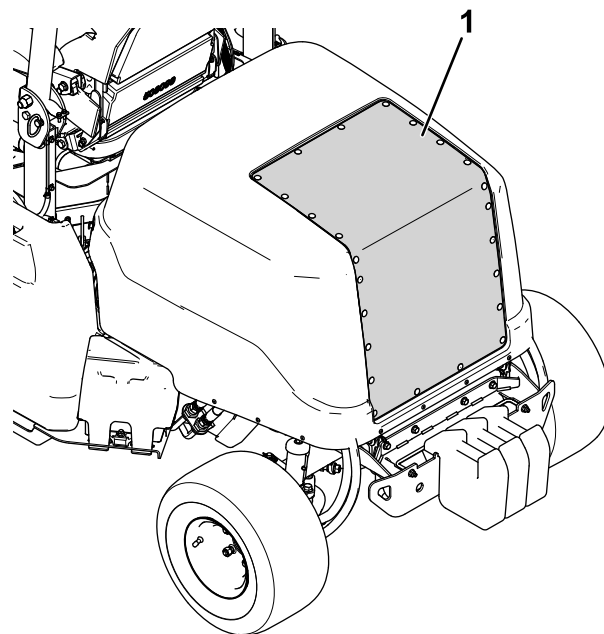

図 69
2. 圧縮空気を使用してフードの吸気スクリーン 図 69を清掃する。機体内部から外部にむかってエアを吹き付ける。